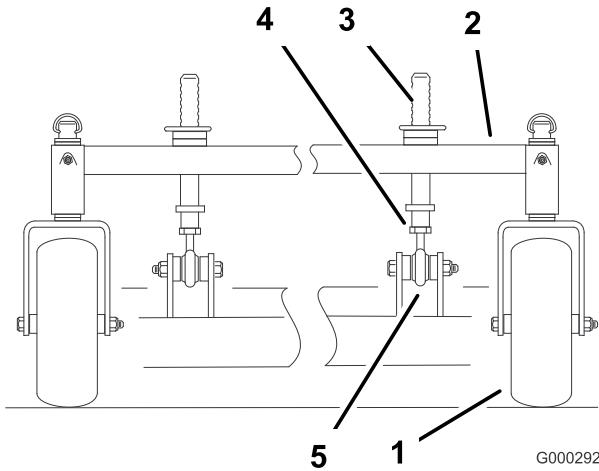

Figura 66
1. Para cambiar la inclinación longitudinal, pueden ajustarse los pilares delanteros de altura de corte (Figura 66).